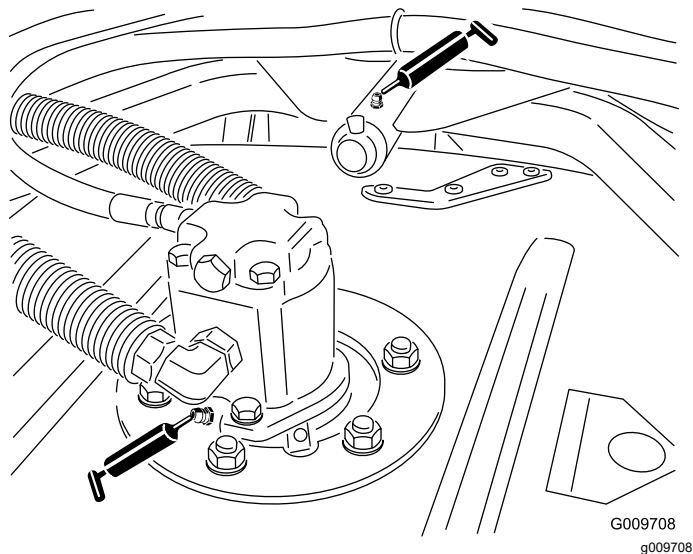

**Figura 53**
- Casquilhos do braço de elevação (1 por unidade de corte), como se mostra na Figura 53
- Casquilhos do cilindro de elevação (2 por unidade de corte), como se mostra na Figura 53